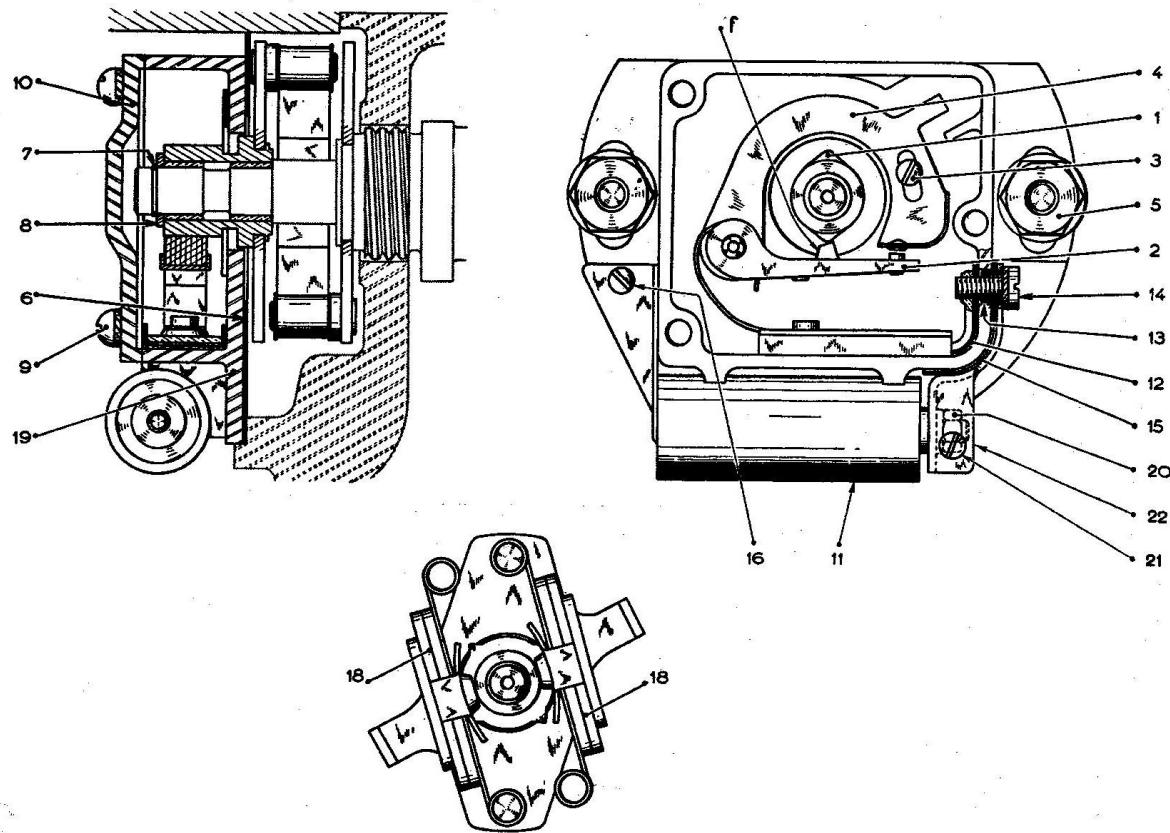

Fig. 16. Afbryderknast med kontaktsæt, kondensator og centrifugalvægte.
Ændring af tændingstidspunktet (grundindstillingen) finder sted ved drejning af kontakthuset, efter at man først har løstnet de to møtrikker (5) i fig. 16, på hvis bolte kontakthuset er monteret i langhuller. Efter justeringen foretages en ny kontrol, idet krumtaphakslen drejes en hel omdrejning i normal omløbsretning.
Forinden grundindstilling foretages en kontrol og eventuel justering af kontaktafstanden. For at kunne ændre afstanden må man først løsne den faste kontaktarms skrue (3) fig. 16. Foran kontakterne er monteret et dæksel (10), fastholdt af skruerne (9). På de ældre modeller A og AU må man, forinden grundindstillingen kontrolleres og justeres, bringe centrifugalvægtene i neutral stilling med hånden. Arbejde på kontakthuset kan kun finde sted, efter at man har aftaget ventilatoren.